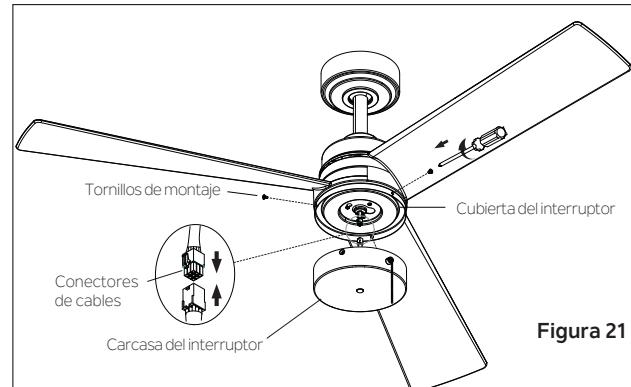

Figura 21
Paso 2. Levante la carcasa del interruptor cerca del ventilador y empuje los conectores de cables cuadrado para juntarlos (uno del ventilador y otro de la carcasa del interruptor). (**Figura 21**)
Paso 3. Empuje con cuidado todos los cables al interior de la carcasa del interruptor. Fije la carcasa del interruptor a la cubierta del interruptor con los tornillos de montaje que se retiraron en el paso 1. Asegúrese de que cada tornillo esté apretado. (**Figura 21**)